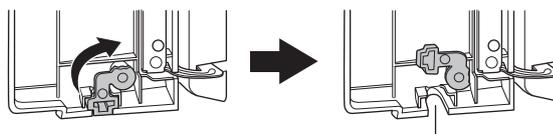
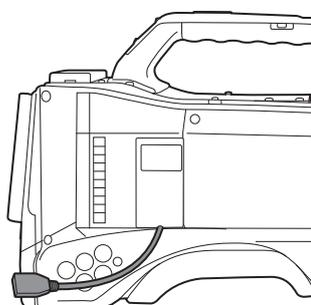

Fig. 3
Fig. 4
- 3 Faites pivoter la partie inférieure du cache dans le sens de la flèche (Fig. 3) et fermez le cache de sorte que le câble d'extension USB 2.0 passe à travers l'interstice. (Fig. 4)